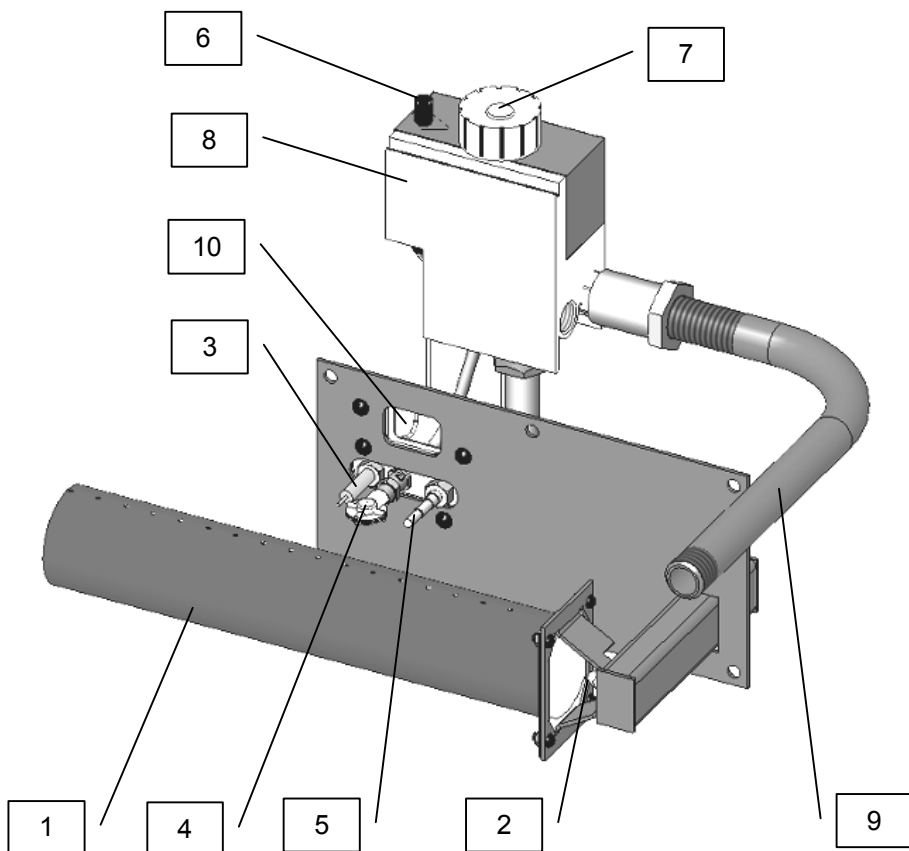

Рис. 2 - газопальниковий пристрій апарата
1.6 Перевірку і чистку димовивідного і повітропідвідного каналів виконує домовласник. При засміченні ежектора поз.2 рис.2, що підводить газ до основного пальника, необхідно, при вимкненій автоматиці, перекрити подачу газу до апарата, зняти панель з автоматикою і основним пальником, відкрити проти годинникової стрілки ежектор і м'яким дротом $d = 1\text{ мм}$ прочистити отвір в ежекторі, не порушуючи вихідного діаметра ежектора. Після очищення ежектора необхідно встановити ежектор і прокладку ежектора на місце. У разі пошкодження прокладки, її необхідно замінити.
- газопальникового пристрою з автоматикою регулювання та безпеки - рис.2, що служить для подачі газу до основного і запального пальників, регулювання температури води і автоматичного відключення газу при:
5.3 Управління апаратом здійснюється за допомогою кнопок, розташованих на автоматичній EUROKIT 630: кнопки п'єзорозпалу рис.2, поз.6 і ручки-кнопки терморегулятора рис.2, поз.7. На ручці терморегулятора є шкала. Установкою цифр шкали проти виступу на корпусі автоматики задається температура нагріву води в апараті.
7.2 Для включення апарата необхідно відкрити газовий кран на газопроводі. Починаючи з позиції вимкнено «*», поверніть ручку терморегулятора (поз. 7 рис.2) в позицію розпалювання «*». Натисніть і утримуйте ручку терморегулятора і одночасно натискайте на кнопку п'єзорозпалу до тих пір, поки